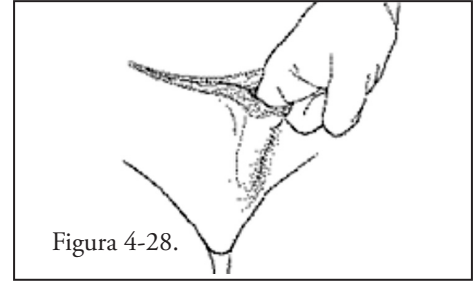

Figura 4-28.
13. Para implantar la bomba de control en el escroto o en los labios mayores, realice una disección roma para crear una bolsa subdartos dependiente. La bomba de control debe colocarse en el mismo lado en el que se haya colocado el balón regulador de presión. (Figura 4-28)